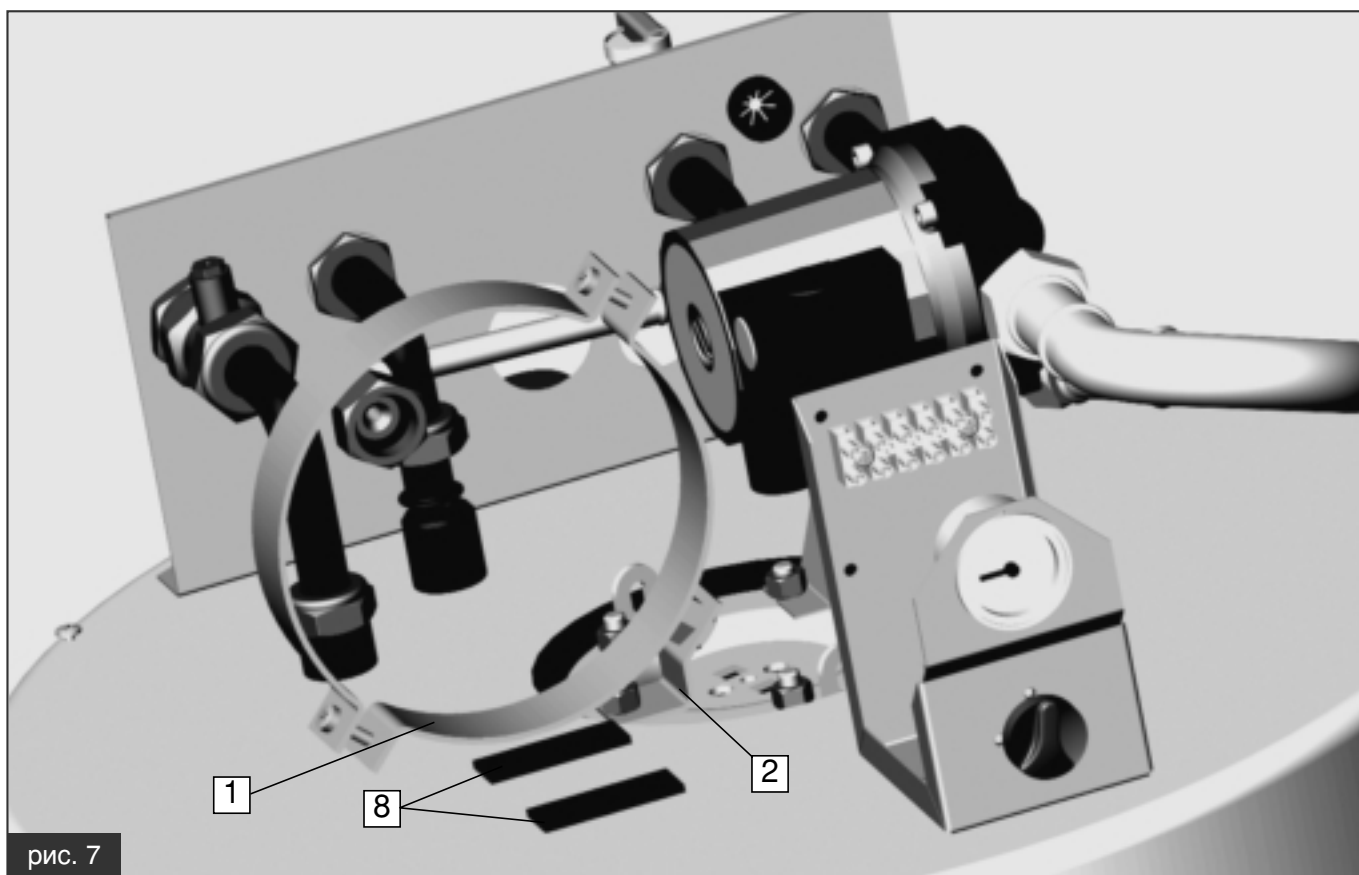

рис. 7
1) Закрепите скобу (2) на фланце водонагревателя, используя уже существующую блокировочную гайку (см. рисунок 7).